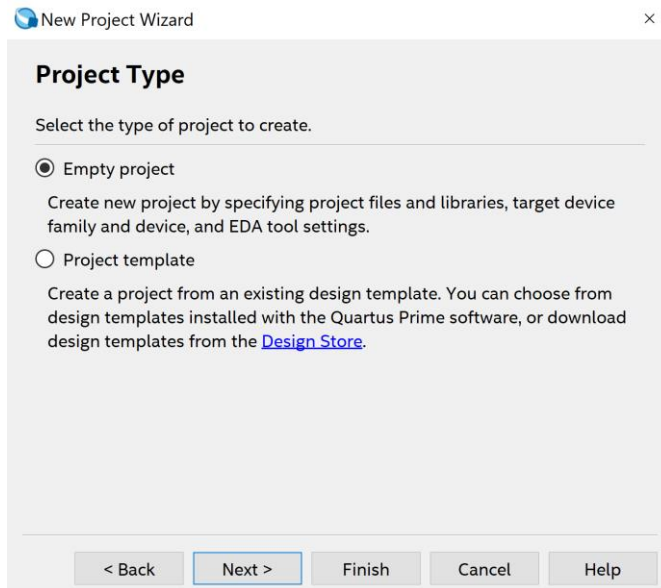

Figura 3. Tipo del proyecto.
- Se mostrará la ventana para seleccionar el tipo de proyecto. Se escogerá la opción de Proyecto vacío (**Empty project**), tal como se visualiza en la Figura 3. Luego de clic en **Next**.